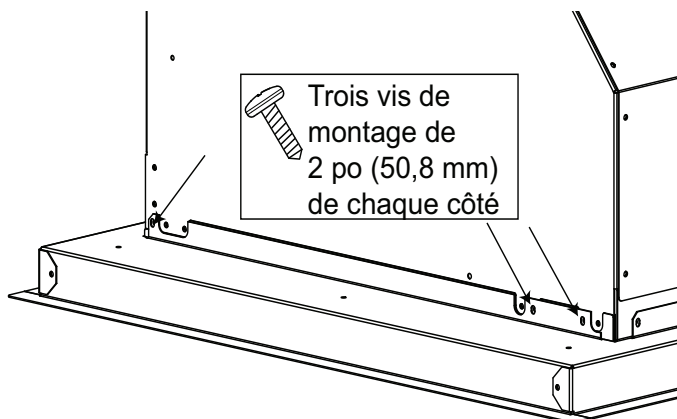
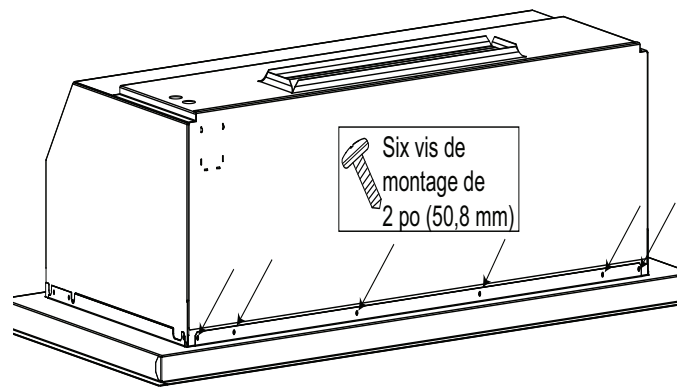

Figure 3 : Fixation des côtés du revêtement protecteur
Figure 4 : Vis arrière
3. Fixez-le en place à l'aide de dix-huit (18) vis de ½ po (12,7 mm), comme illustré sur la Figure 3 et la Figure 4.